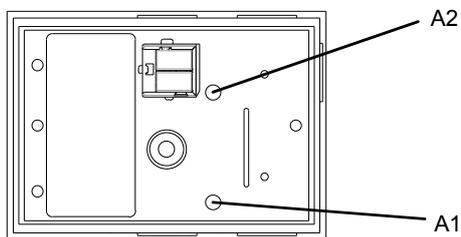

Bild 1: Lage der Anzeige- und Bedienelemente auf der Anschluss-Leiterplatte des Bewegungsmelders
- 1 Lern Taste (siehe Bild 1): zum Umschalten Normalmodus / Adressiermodus